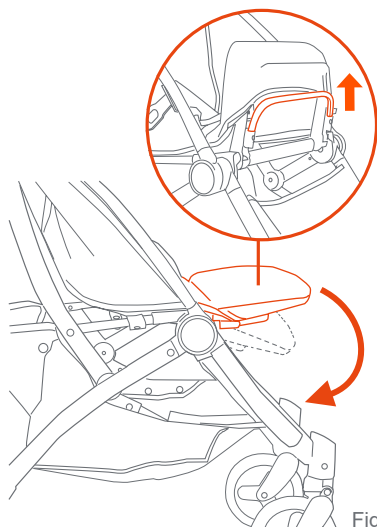

Fig. 7
- Pour le rabaisser, utilisez la manette située sous le support de jambe et rabaissez-le délicatement en position (Fig. 7).